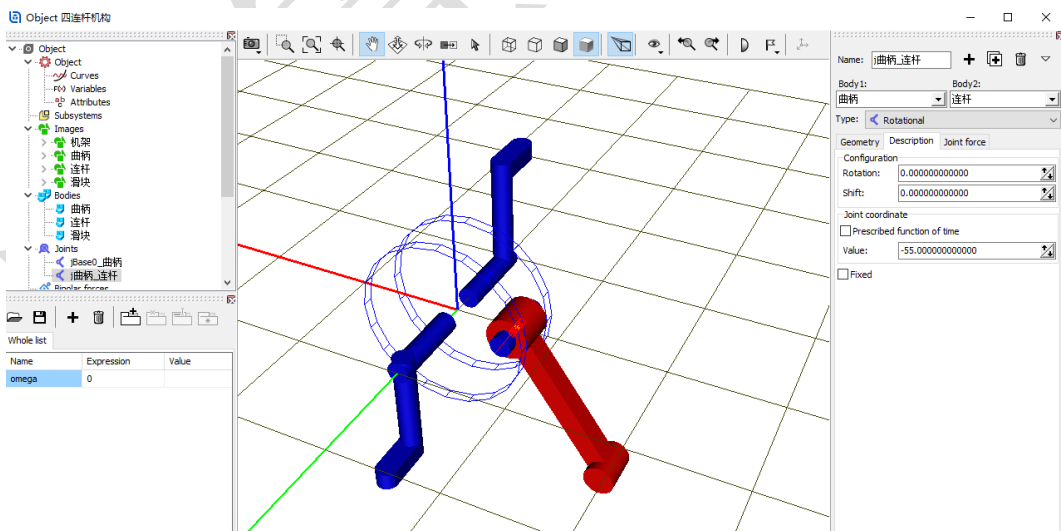

图 2-57
- 13) 切换到 **Description** 页面，将 **Value** 值设为 -55 ($^{\circ}$)，如图 2-57。表示将连杆相对曲柄转动一定角度作为初始状态。注意对于每一个 Joint，在局部视图模式下，显示的都是 Joint 连接的第一个物体的局部坐标系。